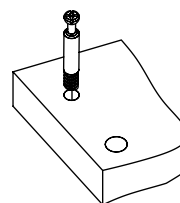
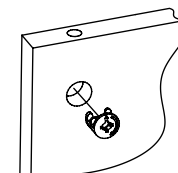

Рис.1
Рис.2
- Вкрутите шпильки минификсов в детали 1, 2, 3, 4, 5, 6, 7, 8, 9 (Рис.1). Вставьте головки минификсов в детали 7, 8, 10, 12, 13 (Рис.2).